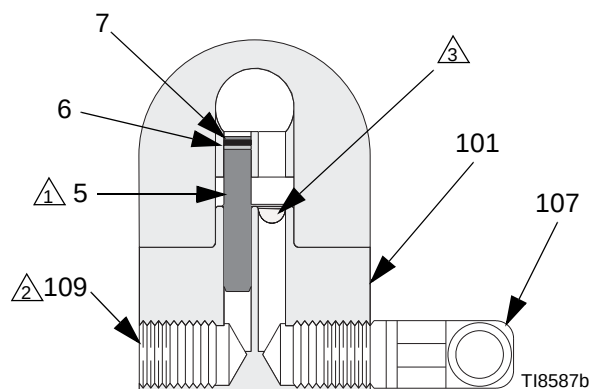

FIG. 1: Configurazione non a ricircolo in figura (vista sezionata)
1. Vedere FIG. 1. Applicare lubrificante antigrippaggio 222955 alle filettature e alle superfici di contatto del collettore (101), del tappo (109) e dei gomiti (107), forniti smontati.
2. Installare un gomito (107) in una porta del fluido del collettore (101) e un tappo (109) nell'altra porta.
3. Installare il tappo interno (5) nella porta del fluido della pistola sullo stesso lato del tappo del collettore.
4. Collegare la linea di alimentazione del fluido al gomito del collettore (107).
5. Installare la pistola sul collettore, utilizzando le quattro viti (17). Iniziare con le filettature di tutte le quattro viti, serrare per prime le due viti anteriori, quindi serrare le due viti posteriori a 7,3 N•m (65 pollici-lb).